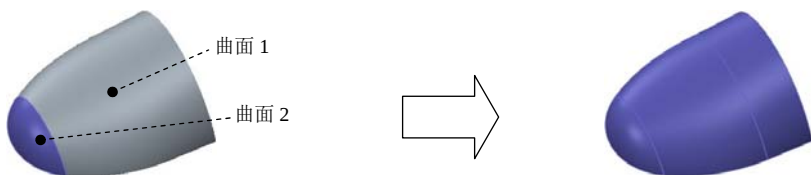

图 6.5.3 “连接”类型
-  连接 单选按钮：即连接类型，合并两个相邻面组，其中一个面组的边完全落在另一个面组上。如果一个面组超出另一个，通过单击图 6.5.1 中的 C 按钮或 D 按钮，可指定面组的哪一部分包括在合并特征中，如图 6.5.3 所示。